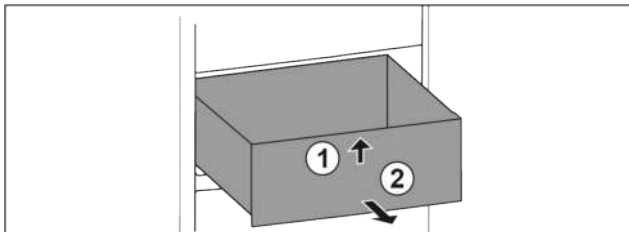

Fig. 90
- ▶ Schubfach vorne anheben. Fig. 90 (1)
- ▶ Schubfach nach vorne entnehmen. Fig. 90 (2)